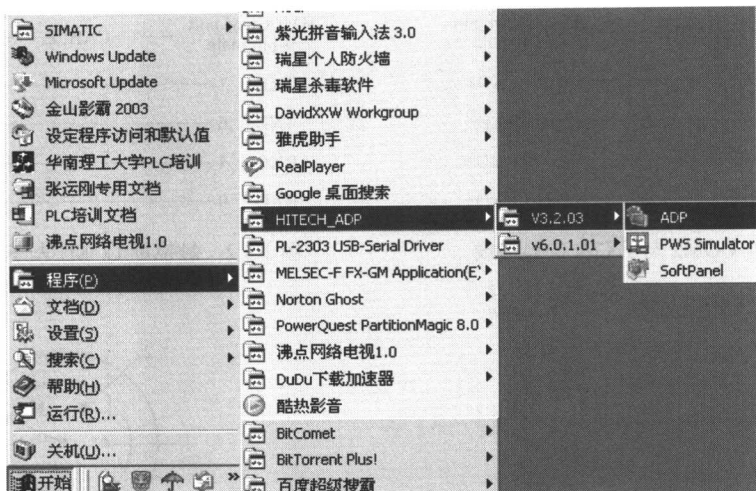

图 1.2.15 打开编程软件路径
⑮ 从“开始”→“程序”→“HITECH_ADP”→“V3.2.03”→“ADP”的路径打开编程画面，如图 1.2.15 所示。